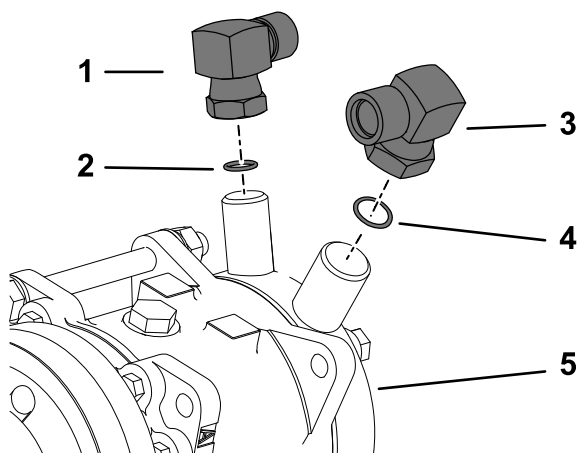

Bild 43
1. Befestigen Sie das rechte Winkelanschlussstück (7/8") und den O-Ring (Größe 8) am Niederdruck- oder Ansauganschluss an der Klimaanlagepumpe (Bild 43).
3. Befestigen Sie das rechte Winkelanschlussstück (3/4") und den O-Ring (Größe 10) am Hochdruck- oder Ansauganschluss an der Klimaanlagepumpe (Bild 43).